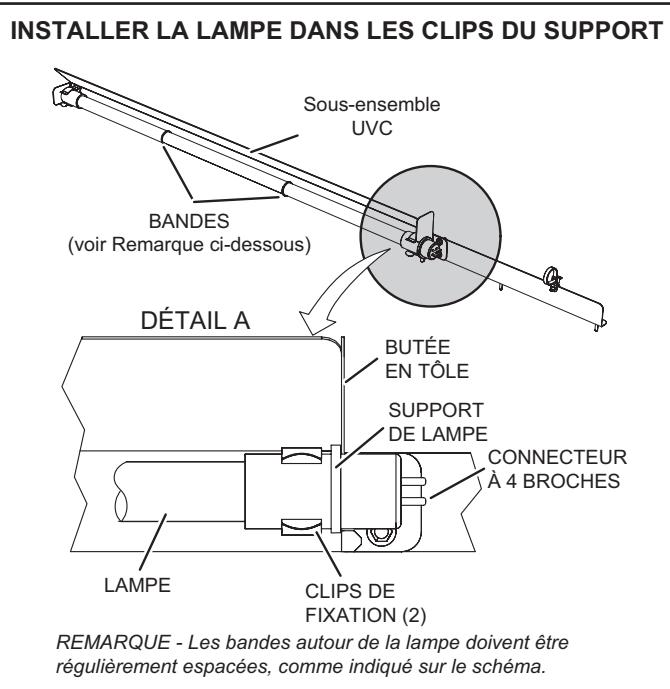

FIGURE 42
- Porter des gants en coton ou utiliser un chiffon en coton pour manipuler la nouvelle lampe. Placer la nouvelle lampe dans les clips de fixation de l'ensemble UVC. Vérifier que la bride de la lampe située à l'extrémité du connecteur est bien insérée entre le clip de fixation de la lampe et la butée métallique (voir FIGURE 42).